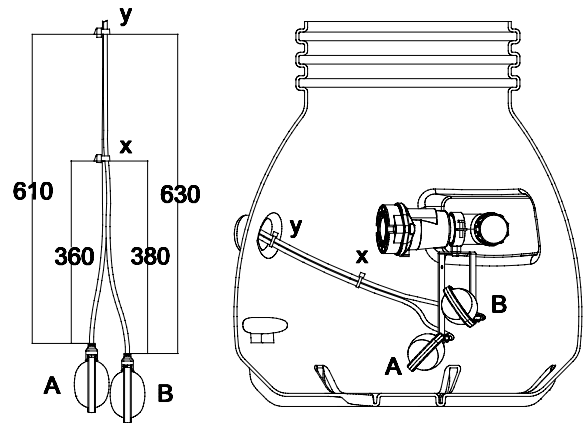

Fig. 4
- Fitting and adjustment of the ABS float switch KS, see Fig. 4
- Einbau und Einstellung der Kugelschwimmschalter KS, Siehe Fig. 4
- Ajustements de l'interrupteur flottant KS d'ABS, voir Fig. 4